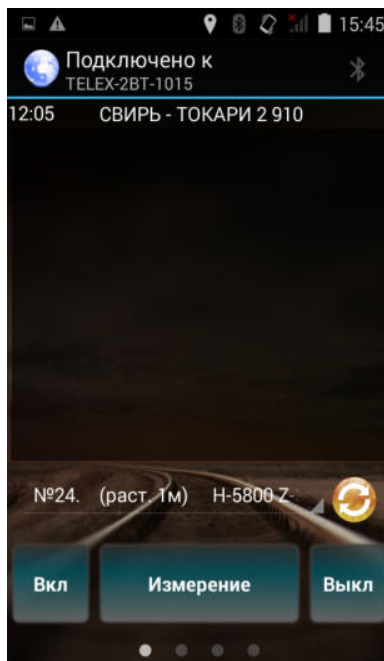

Рисунок 11. Основное окно – Режим «С паспортом».
2.3.2.9 В режиме измерения «С паспортом» в главном окне отображена информация о выбранном участке и ближайшей опоре (см. Рис.11). Обновить данные о